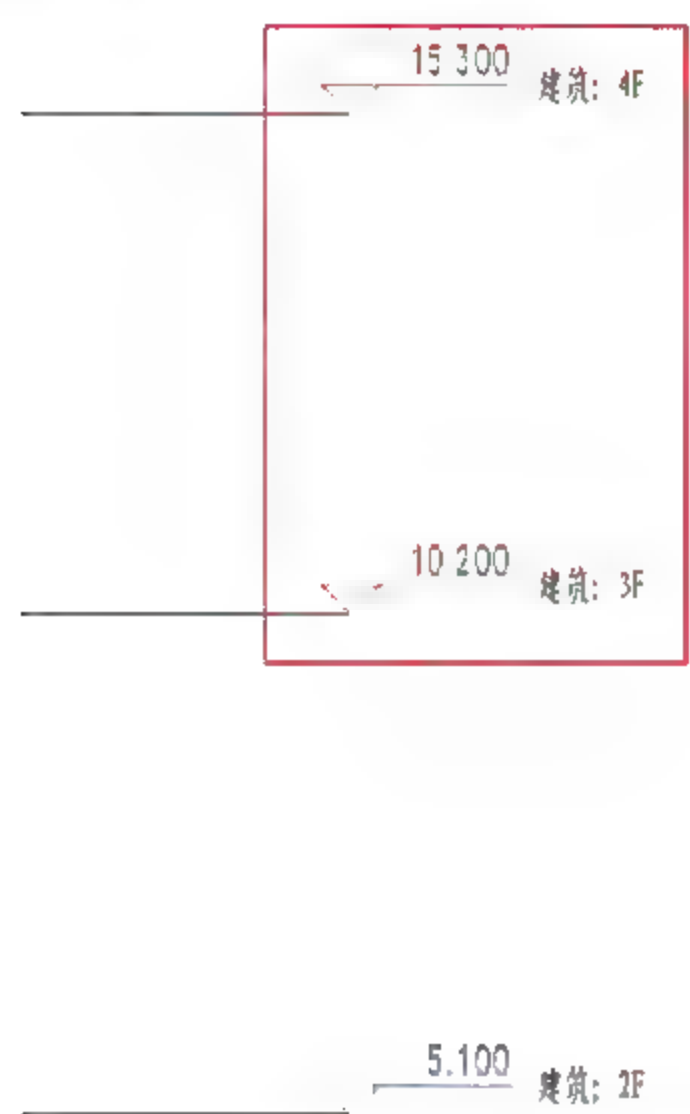

图 1.2.27 生成 3F、4F 的楼层标高
(9) 阵列标高。选择已经建好的二层标高，按快捷键 A+R，取消选中“成组并关联”复选框，“项目数”设为 3，“移动到”选“第二个”选项，如图 1.2.25 所示。将光标向上移动，输入数值 5100，如图 1.2.26 所示。按 Enter 键，完成对标高的阵列，系统会以 5100mm 为间距，再生成两个楼层的标高，如图 1.2.27 所示。